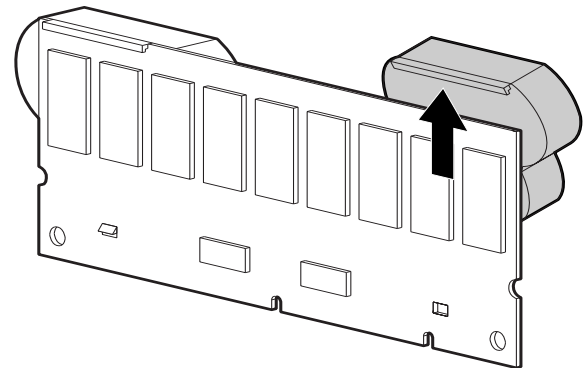

Abbildung 6: Entfernen des Akkus
3. Heben Sie den Akku an, damit er an der Oberseite freigegeben wird. Siehe Abbildung 6.